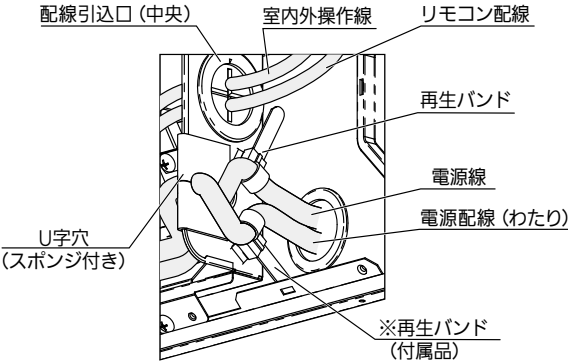

図29
- 電源線は、電装ボックス側面にある再生バンドでしっかりと固定してください。(図29)